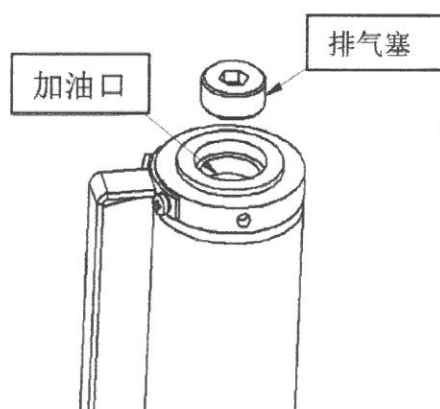

图 5-1 油压缓冲器加油示意图
- 5.2.3、按油压缓冲器注油量参数要求将液压油从加油口注入；（图 5-1）